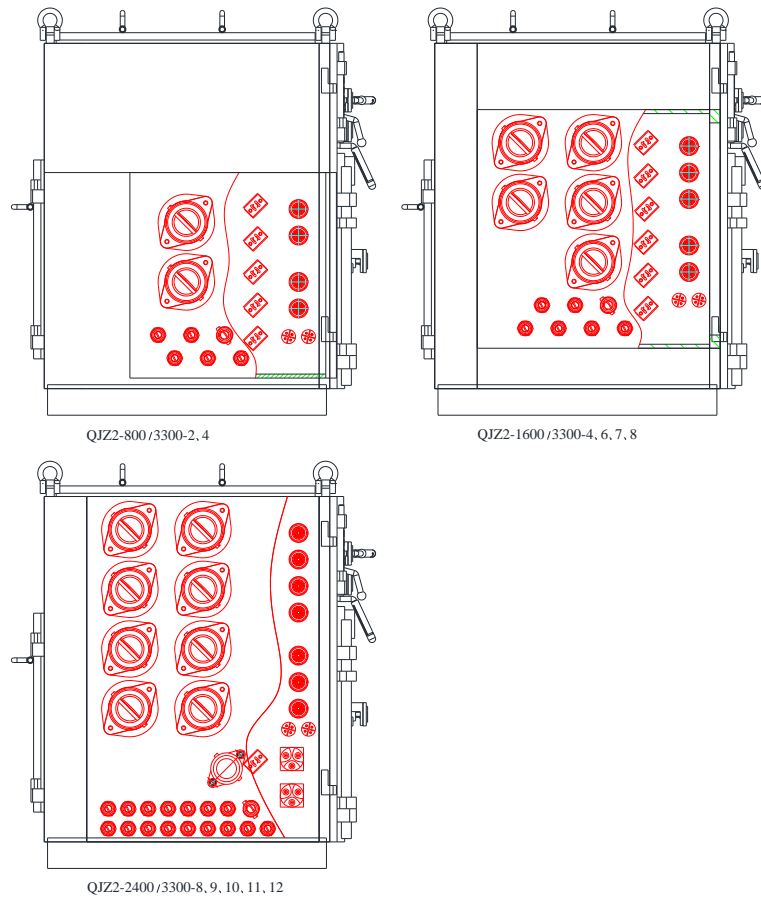

图5.2 输出侧接线腔面板和端子示意图
b) 接线腔输出侧面板主要有：本安腔控制线接线端子、隔爆腔主回路接线端子、隔爆腔辅控线接线端子、辅助电源接线端子组成，如图 5.2 所示。